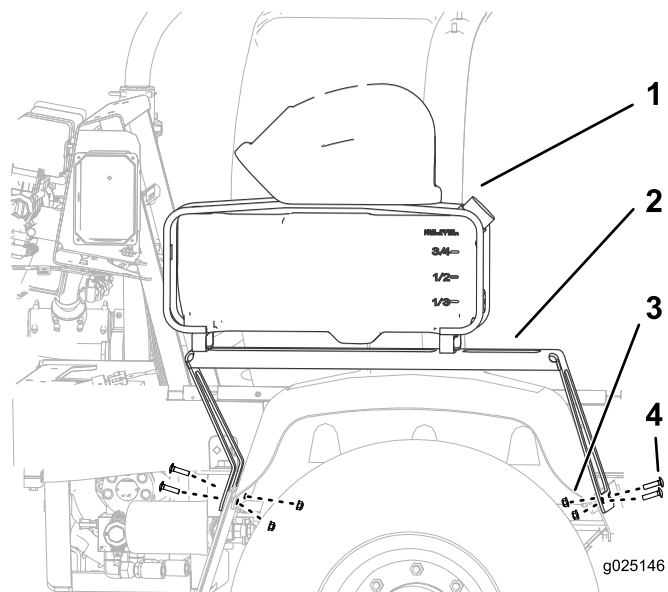

Figure 3
2. Fixez le support à la machine au moyen de 4 boulons (5/16 po) et 4 écrous (5/16 po), comme montré à la Figure 3.